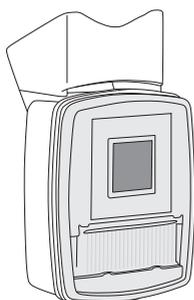

Fig. 13 : Capteur de pluie et de soleil
En alternative au moteur électrique, la toile du store vertical (sauf pour le type VM720/3) peut être entraînée en continu manuellement par l'engrenage à l'aide de la manivelle (Fig. 13).
1. Accrocher la manivelle dans l'œillet (Fig. 13).